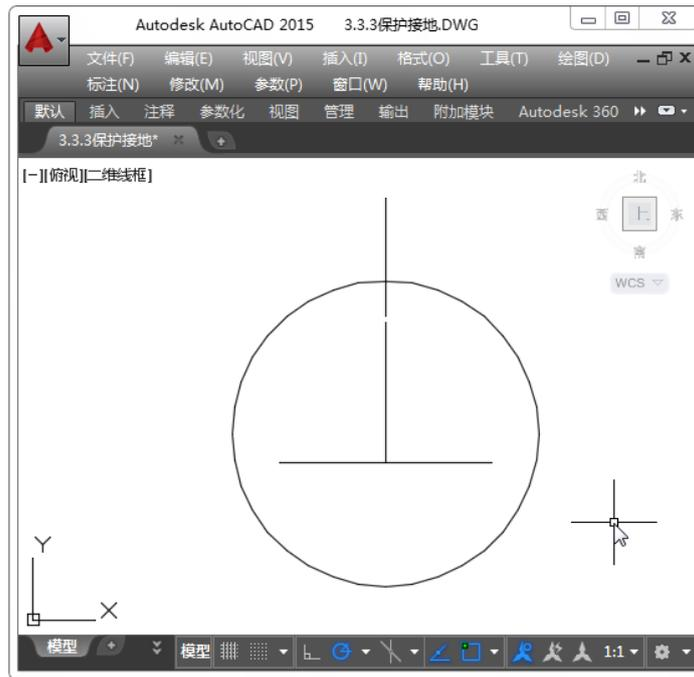

图 3-56 绘制水平直线
Step05: 以刚绘制直线的底部端点为 midpoint, 绘制长度为 18 的直线, 如图 3-56 所示。